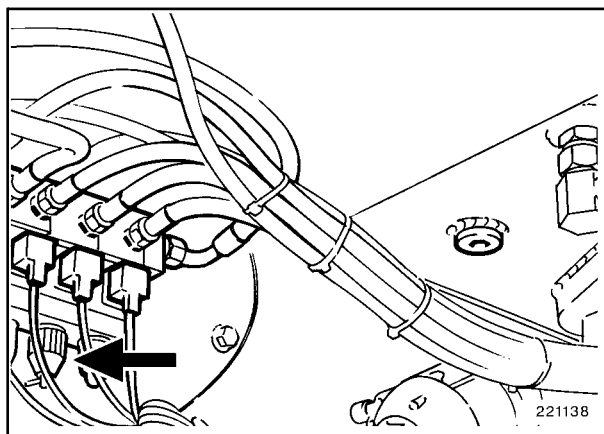

Fig. 16
La válvula magnética está instalada en el bastidor detrás de la cabina del conductor (Fig. 16).
- Enroscar el husillo roscado (Fig. 16) hasta el tope. Se suelta el freno de sujeción del chasis superior, el chasis superior puede girarse libremente.